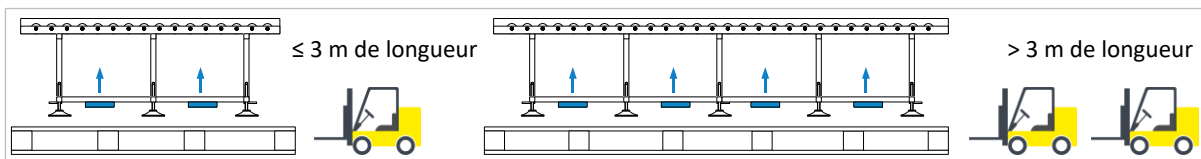

Figure 2 : soulever de la palette avec un chariot élévateur
- Insérez les fourches réglées en largeur aux endroits indiqués sur la ⇒ Figure 2 (à gauche).
- Insérez les fourches réglées en largeur aux endroits indiqués sur la ⇒ Figure 2 (à droite).